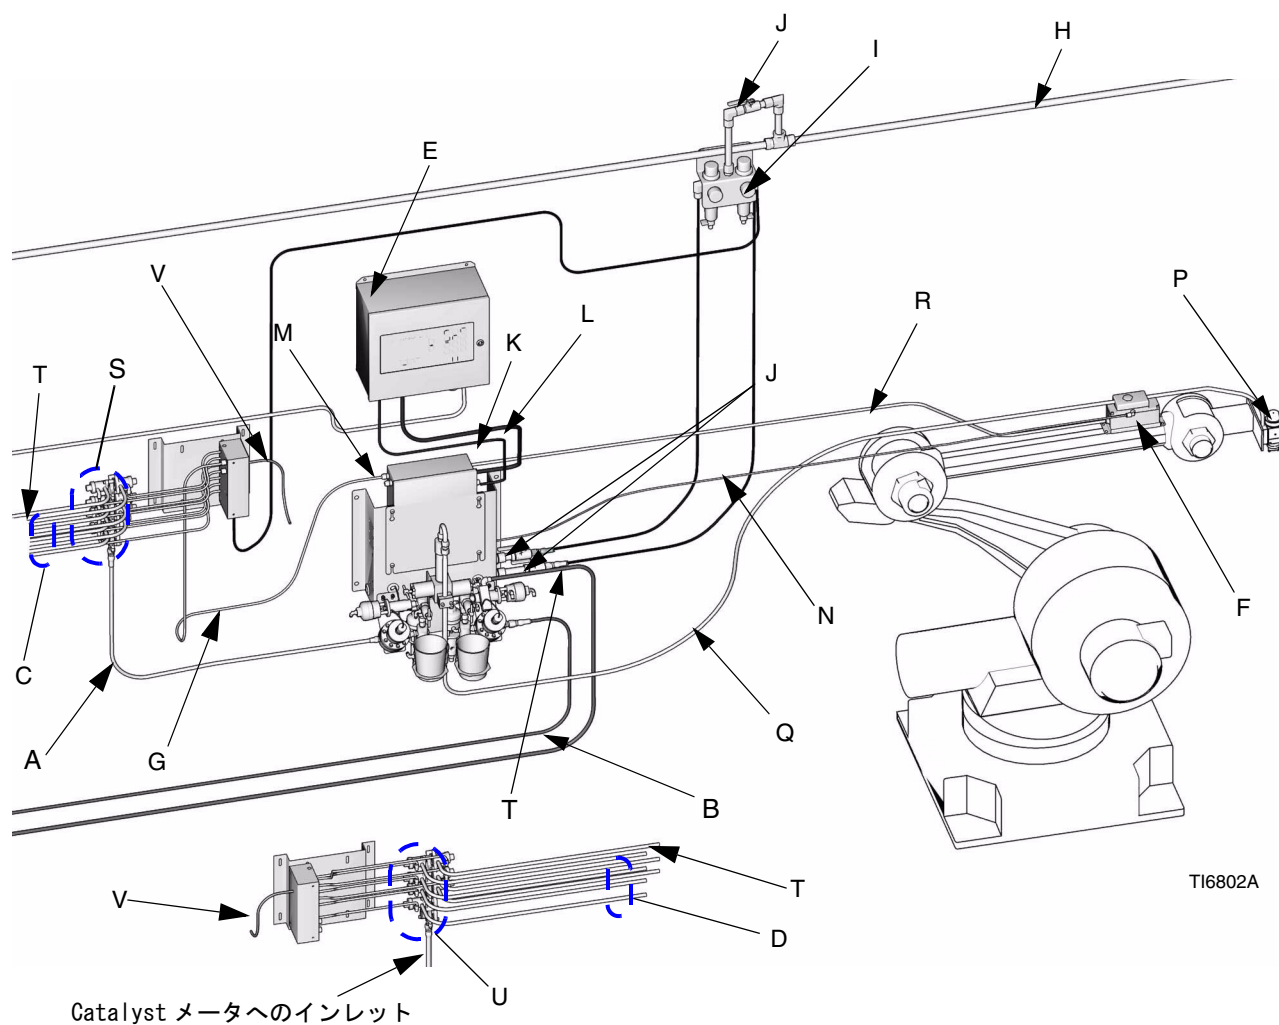

図 . 6
- 17 頁の図 6 およびは代表的な設置例です。実際のシステム設計については、最寄りの Graco 販売代理店にお問い合わせ下さい。
キー - 図 6